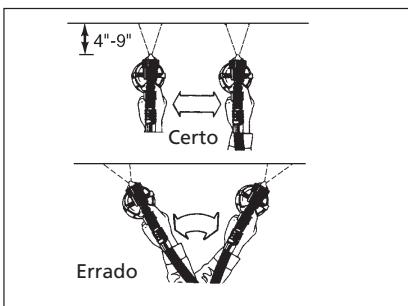

Figura 11 - Mão de tinta
1. Mantenha a pistola a 10 a 23 centímetros de distância e paralela à superfície do objeto que está sendo pulverizado (veja a Figura 11). Se a aplicação do material for ajustada para um padrão mais estreito, pode ser necessário mover tão próximo quanto 5 centímetros da superfície do trabalho.